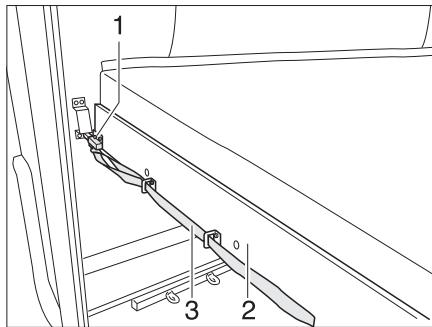

Bild 177 Etagenbett (Heck)
- An der Schlaufe (Bild 177,3) ziehen und den Riegel (Bild 177,1) lösen.
- Den Lattenrost (Bild 177,2) mit der Matratze nach vorn ziehen, bis er einrastet.